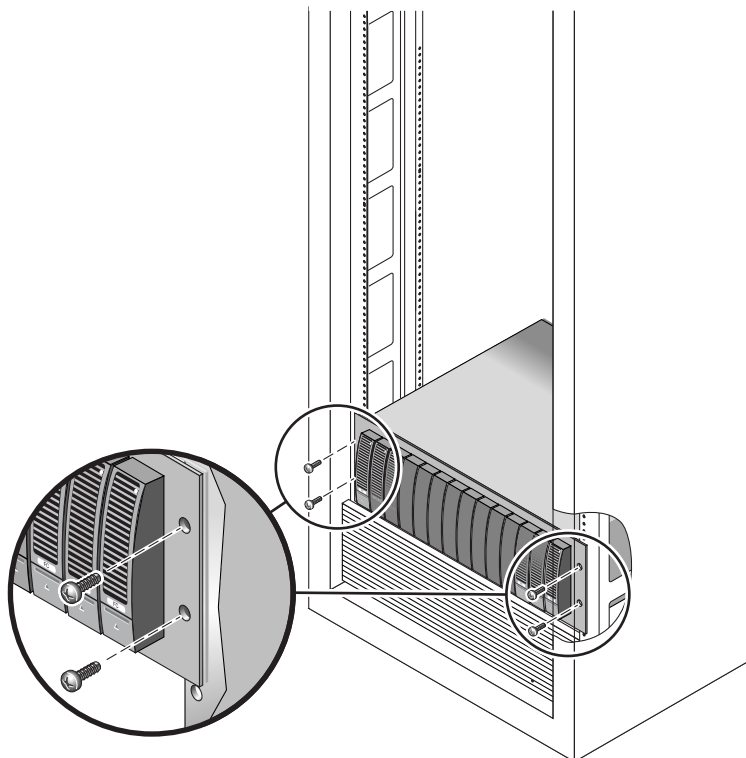

図 2-11 格納装置の Sun StorEdge 拡張キャビネットの正面への固定
- Sun StorEdge 拡張キャビネットを使用する場合は、プラスのねじ回し (Phillips の 2 番) を使用して、10-32 ねじを 4 本 (左右に 2 本ずつ) 挿入してしっかりと締め、格納装置をキャビネットの正面に固定します (図 2-11)。